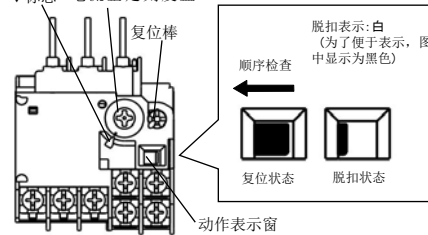
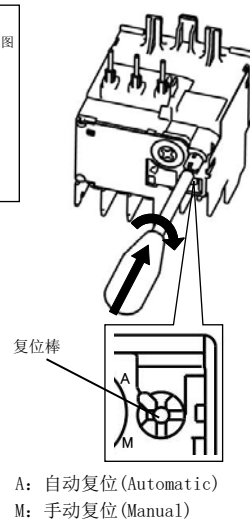

图 4
图 5
- (1) 打开包装后, 请按一次复位棒。(有可能受运输途中的冲击而脱扣。)
- (2) 旋转调整刻度盘, 在刻度的范围内, 请将电机的全负载电流对准 ▼ 记号。(图 4)
- (3) 将脱扣指示块向箭头方向按下, 能进行顺序检查。(图 4)
- (4) 热过载继电器在动作的时候, 动作指示窗的白色脱扣指示块隐藏。(图 4) (在自动复位状态脱扣的时候, 即使动作, 白色脱扣指示块也不隐藏)
- (5) 热过载继电器在动作的时候, 轻轻按下复位棒使之复位。(此时, 热过载继电器不处于冷态时将不能复位。)
- (6) 从手动复位切换到自动复位时, 如图 5 那样, 请按下复位棒进行旋转, 直至复位棒处于压入状态并维持。
- (7) 单相负荷的场合, 按如下方式更改接线。